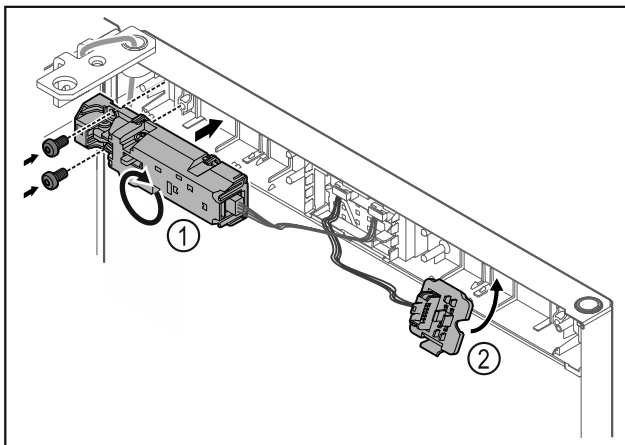

Fig. 21
- ▶ Girar el cierre a distancia Fig. 21 (1) 180° y fijarlo en el lado contrario.
- ▶ Encajar el soporte del conector Fig. 21 (2) en el lado contrario.